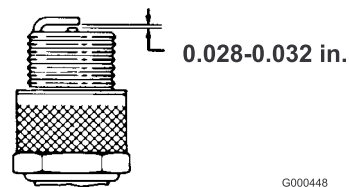

Figura 25
- Ajuste a folga de ar entre 0,7–0,8 mm (Figura 25). Instale a vela com a folga de ar correcta e aperte-a firmemente a 23 Nm.